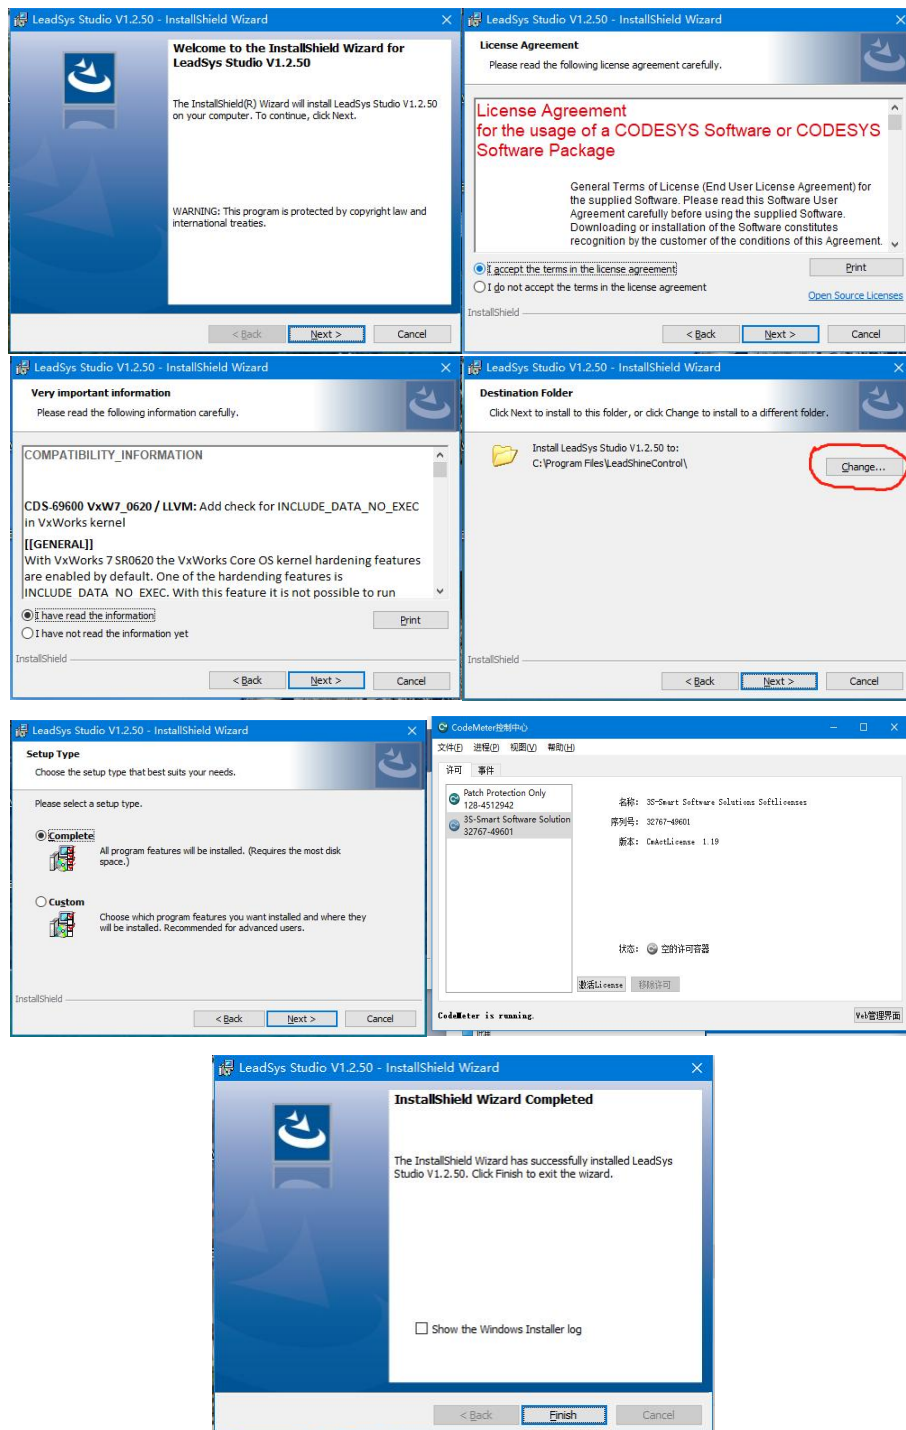

图 1.2 LeadSys 安装提示界面
- 3) 安装提示如图 1.2 所示。用户可选择空间较大的硬盘作为安装路径。在安装中，可选完全安装“Complete”；当遇见“CodeMester 控制中心”界面时，将其关闭即可。最后，点击“Finish”，表示安装成功，在桌面上自动生成图标为